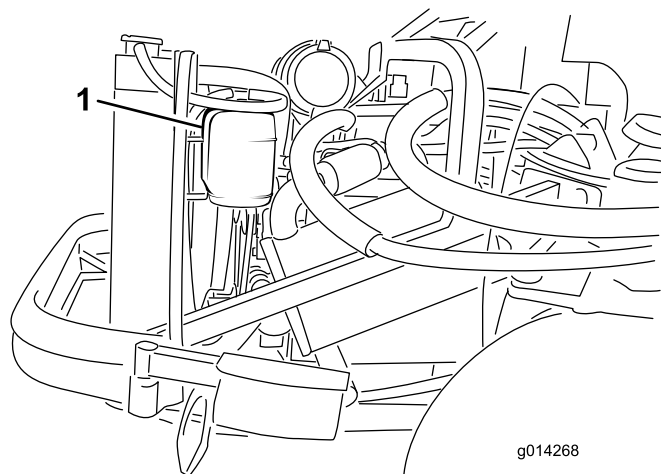

Figura 69
1. Compruebe el nivel de refrigerante en el depósito de expansión (Figura 69). El nivel del refrigerante debe estar entre las marcas en el lateral del depósito.